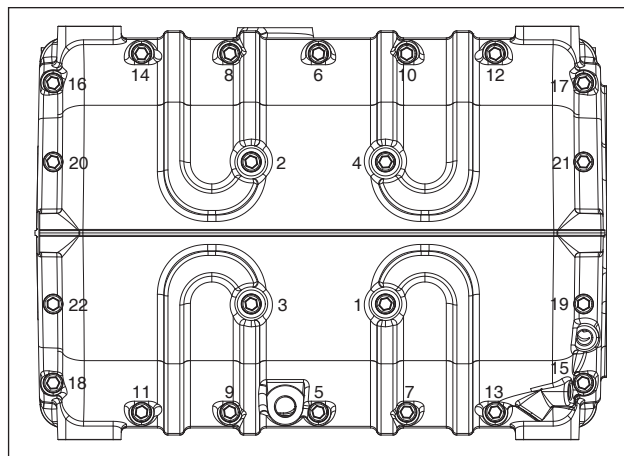

Fig. 112/a
Utiliser un cutter et un épaisseur-mètre pour couper la partie superflue des joints sortant de la ligne de jonction du carter avant et arrière au niveau de la bride du vilebrequin (rep. ①, Fig. 112 et Fig. 112/a).